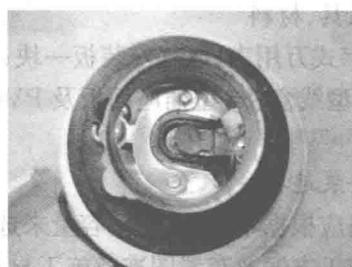

图 1-20 灯座导线的接入
(7) 零线接入螺口平灯座与螺纹连接的接线柱头上,相线接入螺口平灯座中心铜片的接线柱头上,操作方法如图 1-20 所示。